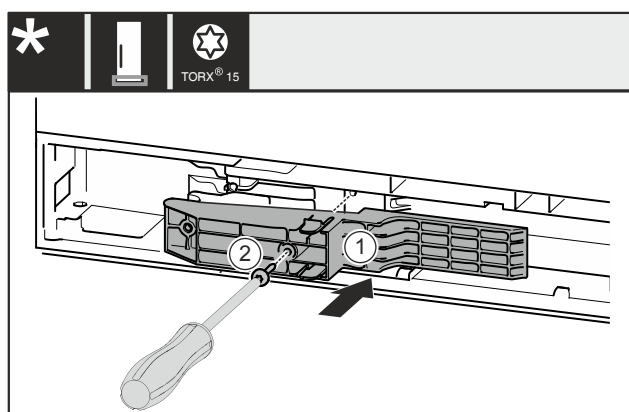

Fig. 48 *
- ▶ Introduceți adaptorul Fig. 48 (1) în canelura de pe partea mânerului.*
- ▶ Însurubați ferm șurubul Fig. 48 (2) cu șurubelnița.*